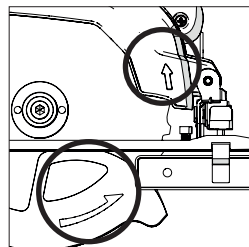

Fig. 6
- Asegúrese de que la dirección de rotación de la flecha de la hoja coincide con la dirección de la rotación de la flecha en la protección superior e inferior de la hoja de la máquina. (Fig. 6)